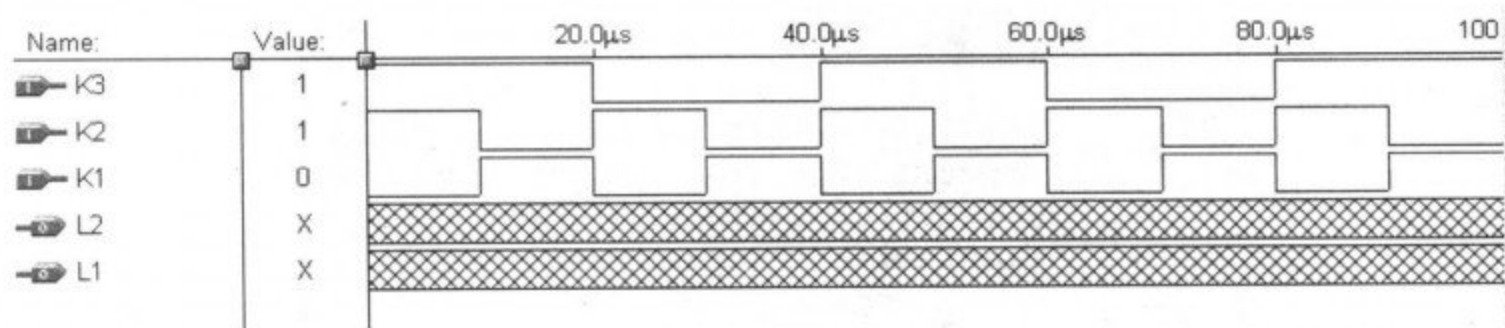

图 3-25 设置好的周期性输入波形
(5) 按以上方法将 K2 设置为开始电平设为 1(高电平), 增加值设为 0(低电平), Multiplied By 设为 100(即半周期为 $10\mu\text{s}$)。将 K1 设置为开始电平设为 0(低电平), 增加值设为 1(高电平), Multiplied By 设为 100(即半周期为 $10\mu\text{s}$)。设置好的波形图如图 3-25 所示。